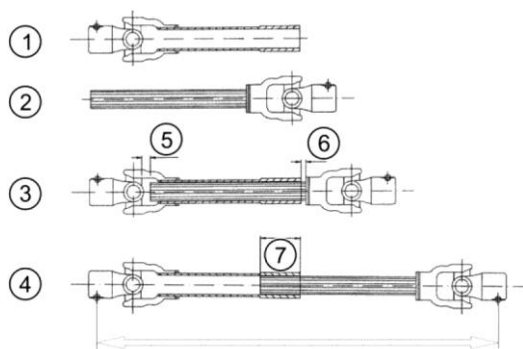

Рис. 25. Пограничные условия для определения заданных длин
- Длину внутренней части (2) (Рис. 25) выберите таким образом, чтобы выполнялись пограничные условия (5)-(7):
- Во вставленном состоянии (3) внутренняя часть должна быть на расстоянии от крестовины карданного шарнира внешней части не менее 20 мм (5). Профилированный стакан внешней части не должен находиться непосредственно у вилки внутренней части (6).
- В выдвинутом состоянии (4) внешняя часть и внутренняя часть должны перекрывать друг друга на отрезке не менее чем на 100-120 мм